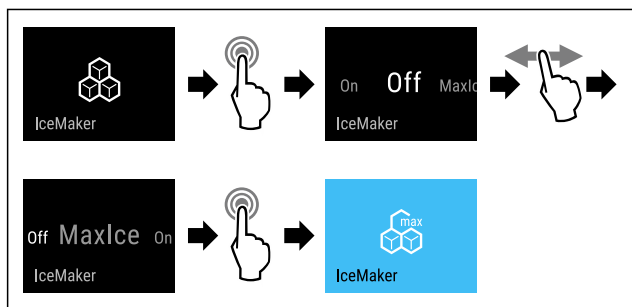

Fig. 17
- Suivre les étapes (voir Fig. 17) .